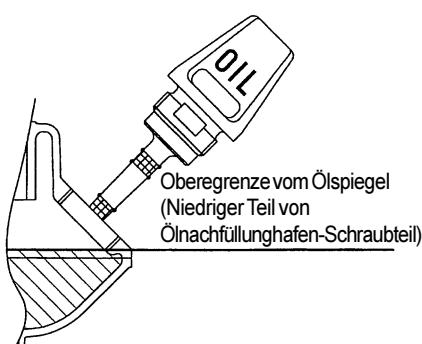

Abb. 2
(1) Halten Sie den Motor waagrecht und entnehmen Sie den Ölmessstab.
(2) Füllen Sie frisches Öl bis zur Unterkante des Einfüllstutzens (siehe Abb. 2 auf der vorhergehenden Seite). Benützen Sie dazu ein spezielles Nachfüllgefäß.
(3) Setzen sie den Ölmessstab wieder ein und schrauben Sie die Verschlusskappe vollständig fest. Unvollständiges Verschließen kann dazu führen, dass Öl ausläuft.